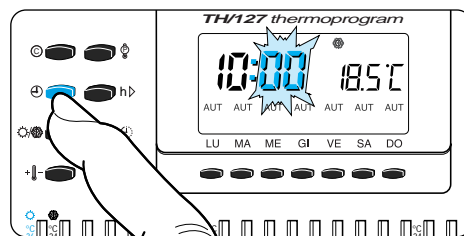

Fig. 14
5.4 - Premere il pulsante ⊖ (fig. 14).